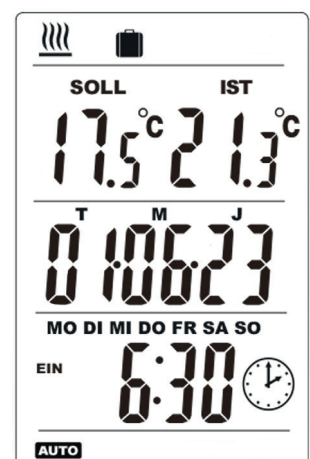

Abb. 15 Urlaubsmodus Automatik
5. Automatik Urlaubsmodus (Abb. 15):